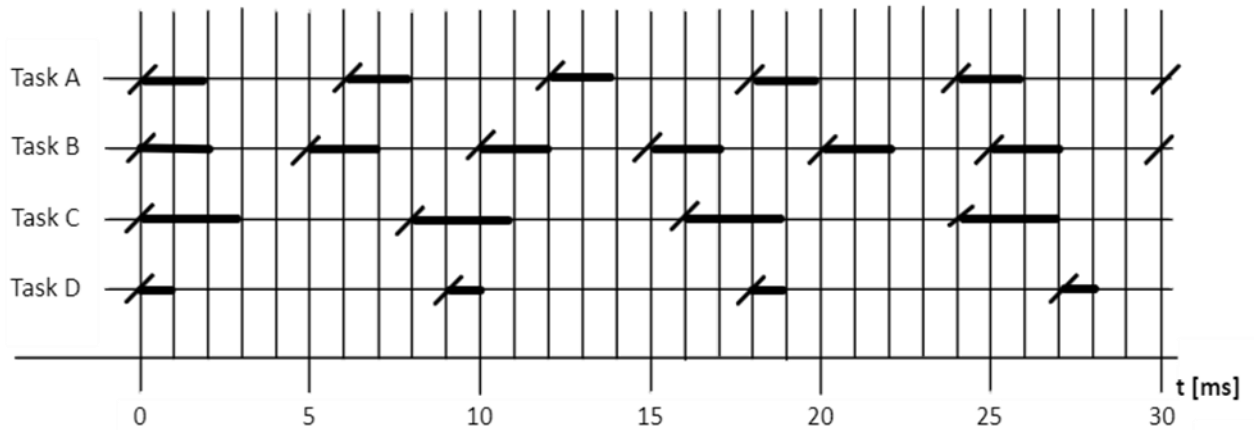
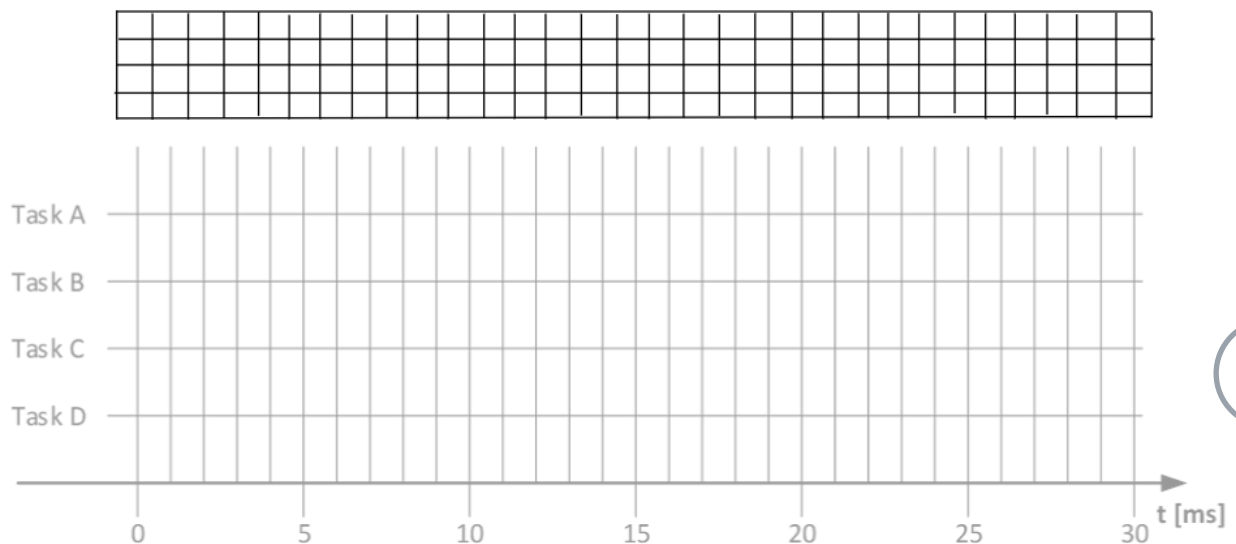
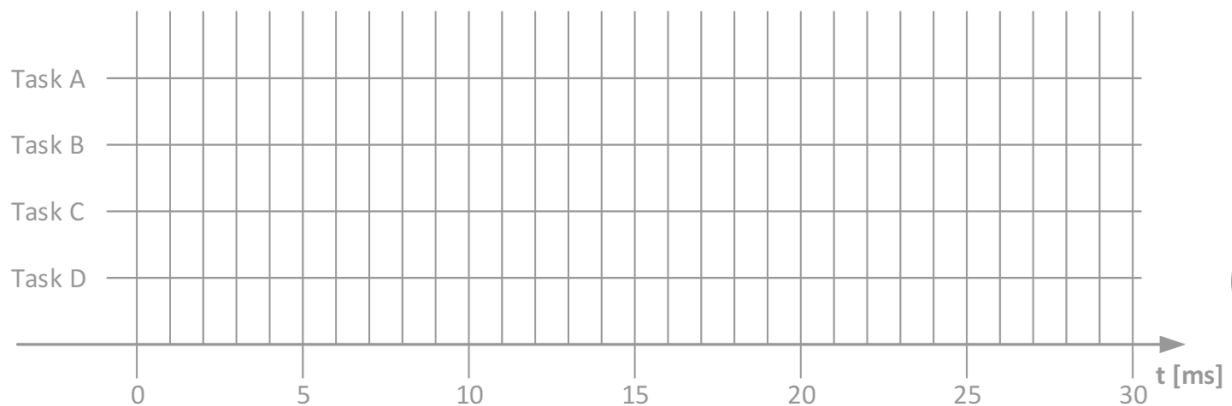

Abbildung 1: Soll-Ablauf der Tasks A, B, C und D
Abbildung 3: Ist-Ablauf der Tasks A, B, C und D (Spielraum Scheduling)
Abbildung 4: Ist-Ablauf der Tasks A, B, C und D (Restantwortzeit-Scheduling)
Gegeben sei ein periodisches Taskset mit vier Tasks und einem Soll-Ablaufverhalten entsprechend Abbildung 1. Die Periode ist gleichzeitig als Deadline für die Ausführung zu interpretieren. Die Prioritäten der Tasks können der Tabelle 2 entnommen werden (kleinste Zahl entspricht höchster Priorität). Es steht ein Rechenkern zur Verfügung.
c) Bestimmen Sie die Auslastung des Rechenkerns bei einer Beauftragung entsprechend Abbildung 1 und Tabelle 2.
Ermitteln Sie das zeitliche Ist-Verhalten der Tasks bei einer Beauftragung entsprechend Abbildung 1 und Tabelle 2 beim Scheduling nach dem Verfahren des kleinsten Spielraums im Bereich $0 \leq t < 30$ ms. Zeichnen Sie Ihre Lösung in Abbildung 3 ein. Bitte kennzeichnen Sie dabei alle Entscheidungen, die nicht auf dem primären Entscheidungs-Kriterium des ratenmonotonen Scheduling beruhen mit „F“ bzw. „P“.
Ermitteln Sie das zeitliche Ist-Verhalten der Tasks bei einer Beauftragung entsprechend Abbildung 1 und Tabelle 2 beim Scheduling nach dem Verfahren der kleinsten Restantwortzeit im Bereich $0 \leq t < 30$ ms. Zeichnen Sie Ihre Lösung in Abbildung 4 ein. Bitte kennzeichnen Sie dabei alle Entscheidungen, die nicht auf dem primären Entscheidungskriterium des Restantwortzeit-Schedulings beruhen mit „F“ bzw. „P“.